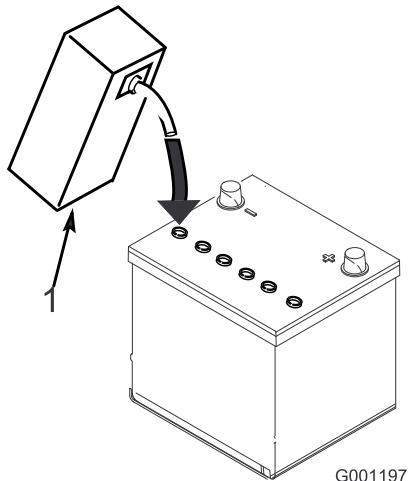

Figure 5
- Versez de l'électrolyte avec précaution dans chaque élément jusqu'à ce les plaques soient recouvertes d'environ 6 mm de liquide (Figure 5).